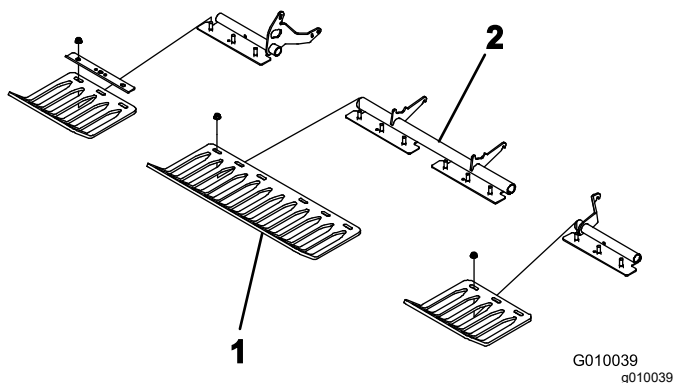

**Figura 23**
4. Instale, sem apertar, os protetores de relva nos suportes dos protetores de relva com 4 braçadeiras para os suportes de relva e 12 porcas flangeadas (Figura 23). Não aperte os dispositivos de fixação.
**Nota:** Os grampos de fixação do protetor de relva são fornecidos de fábrica e as porcas flangeadas vêm nos suportes do protetor de relva (Figura 23).